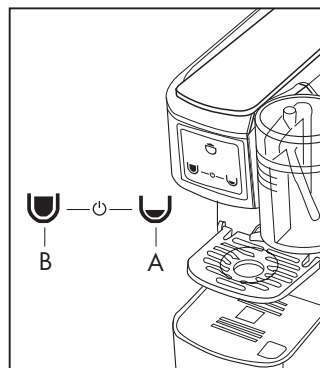

Fig. 7
Si la machine reste allumée sans être utilisée, la fonction d'économie d'énergie s'active et une touche sur le panneau de commande (2) clignote. Pour réinitialiser la machine presser une touche (A ou B) et attendre le réchauffement (Fig.7).